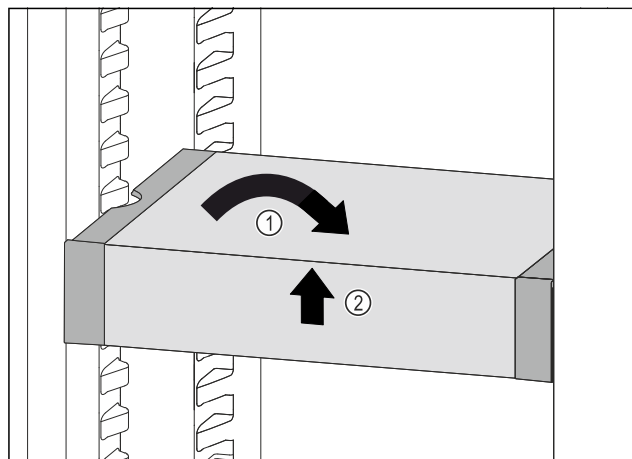

Fig. 171
- ▶ VarioSafe postavte rovně. Fig. 171 (1)
- ▶ VarioSafe vpředu zvedněte. Fig. 171 (2)